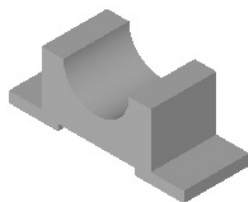
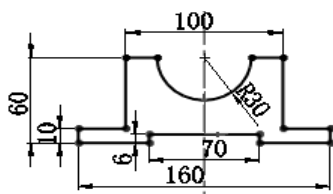

图 5.23.2 凸台-拉伸 1
图 5.23.3 横断面草图
Step2. 创建图 5.23.2 所示的零件基础特征——凸台-拉伸 1。
(1) 选择命令。选择下拉菜单 **插入(I)** → **凸台/基体(B)** →  **拉伸(E)...** 命令（或单击“特征 (F)”工具栏中的  按钮）。
(2) 定义特征的横断面草图。选取前视基准面作为草图基准面；在草图绘制环境中绘制如图 5.23.3 所示的横断面草图；选择下拉菜单 **插入(I)**  **退出草图** 命令，系统弹出“凸台-拉伸”对话框。
说明：为了清楚地表现草图，图 5.23.3 中的几何约束（对称、水平和垂直等）均被隐藏。